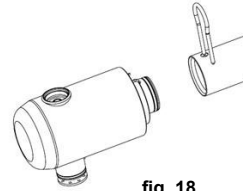

fig. 18
- Togliere il beccuccio e sfilare la forcella di chiusura dalla testa della valvola. Estrarre poi con dei leggeri movimenti rotatori il sistema di montatura dalla custodia. (fig. 18)